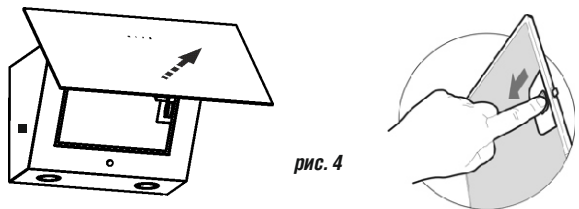

рис. 4
Перед установкой вытяжки снимите алюминиевый фильтр (рис. 4). Предварительно откройте стеклянную откидную панель:
- потяните за нижний край откидной панели, как показано на рис. 4 и откройте ее до упора;
8.3 Для очистки алюминиевого фильтра извлеките его из вытяжки (рис. 4, 4 А). Произведите очистку фильтра с помощью щетки горячим водным раствором нейтрального моющего средства вручную или в посудомоечной машине (при 60°C). Сильно загрязненный фильтр не следует мыть в посудомоечной машине вместе с посудой. Старайтесь не сгибать фильтр при мойке. Возможное изменение цвета фильтра, с течением времени, не приводит к снижению эффективности его действия.